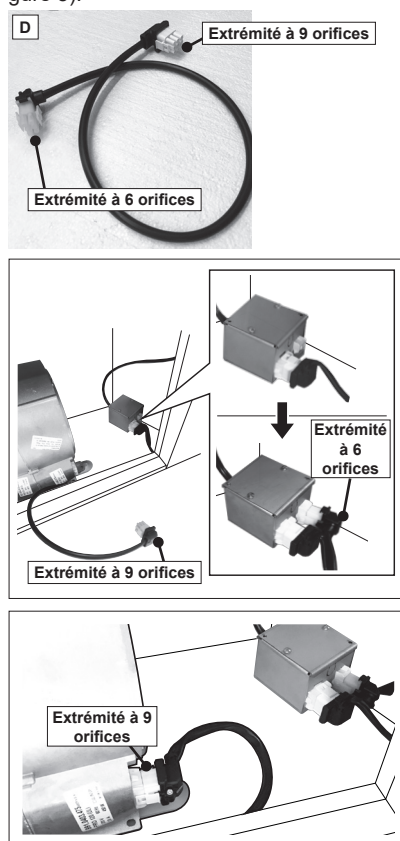

FIGURE 5
4. Branchez le câble de branchement **D** (qui se trouve à l'intérieur de la trousse du ventilateur interne 300 PCM, n° d'article IB300 ou du ventilateur interne 600 PCM PRO, n° d'article IB600). Branchez l'extrémité à 6 orifices au boîtier de connexion et l'extrémité à 9 orifices au moteur (Figure 5).